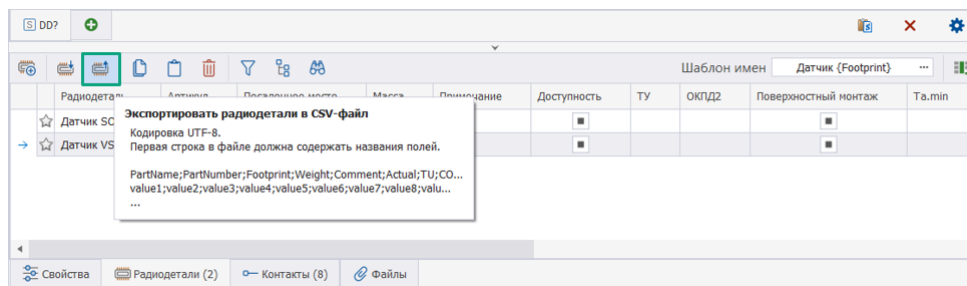

Рис. 306 Экспорт данных радиодеталей в csv – файл
1. Нажать на кнопку  «Экспортировать радиодетали в CSV-файл» на вкладке «Радиодетали» редактора компонентов, см. Рис. 306.